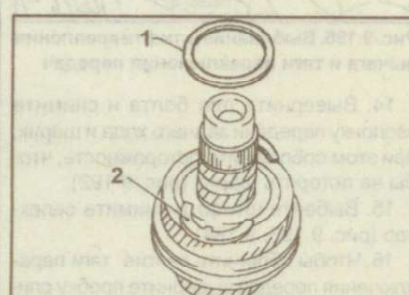

Рис. 9.202. Снятие кольца (1) и упорных шайб шестерни 4-й передачи первичного вала
4. Снимите кольцо упорной шайбы, упорные шайбы шестерни 4-й передачи первичного вала и шестерню 4-й передачи (рис. 9.202).